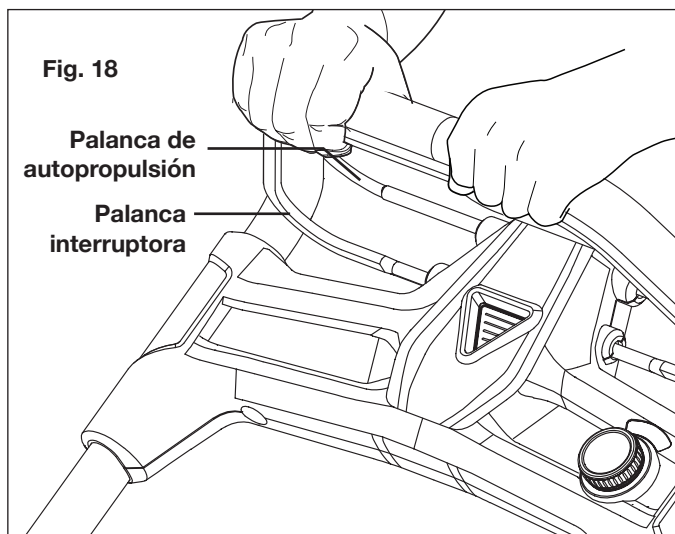

Fig. 18
3. Proceda a operar con cada mano sujetando la palanca de autopropulsión y la palanca interruptora contra la empuñadura suave (Fig. 18).